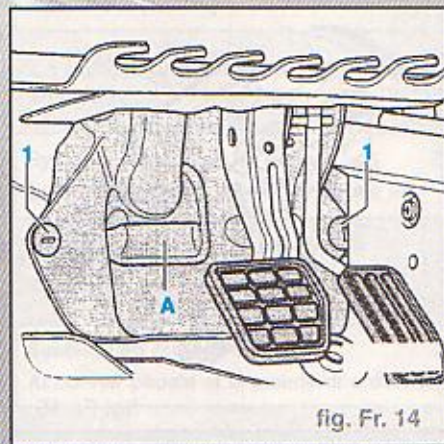

fig. Fr. 14
- Dévisser les vis (1) (Fig. Fr. 14).